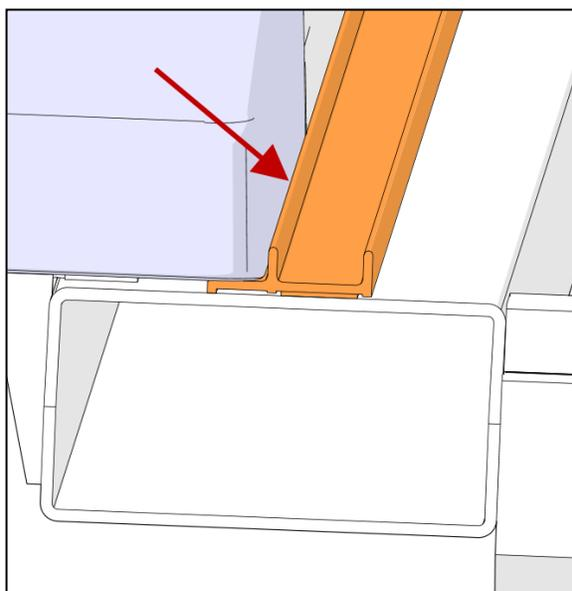

FIGURE 19
31. Pour la position longitudinale, aligner la lèvre médiane de la bande sur la face latérale de l'aile (voir Figure 19 qui illustre la vue de dessous).